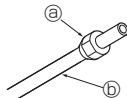

Fig. 5-5
5.2.3. Colocación de las tuercas (Fig. 5-5)